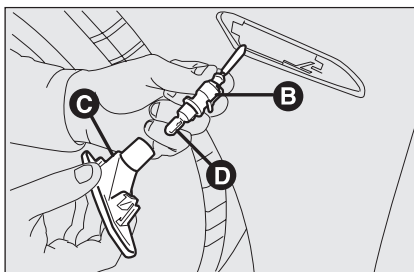

fig. 28
- ☐ tourner le porte-ampoule dans le sens inverse des aiguilles **B-fig. 28** et l'enlever du transparent **C**.